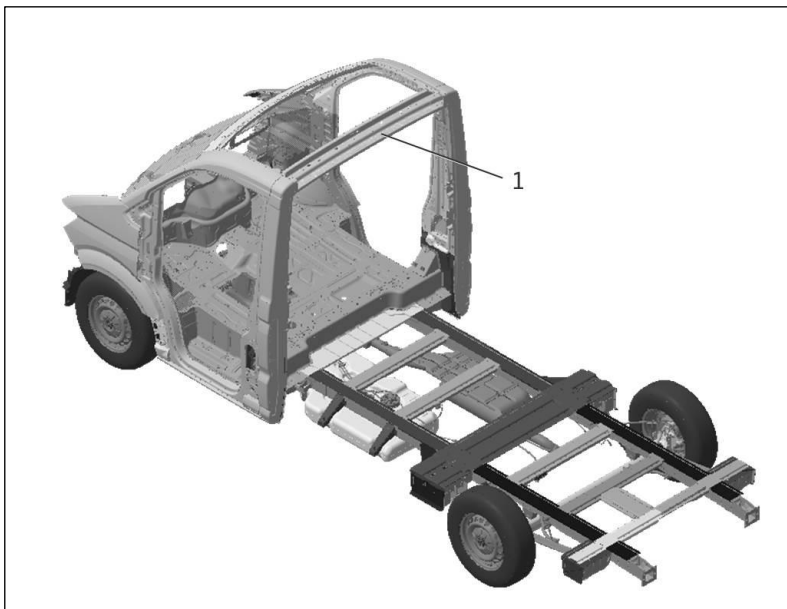

Abb. 2: Windlauf mit Flachrahmen-Fahrgestell (K4Z) / 1-Hilfsdachspiegel für Transport
Als Basis für Teil- und Vollintegrierte Aufbauten stehen Ihnen ab Werk Flachrahmen-Fahrgestelle als Windlauf (PR-Nr. K4Z) zur Verfügung (siehe Abb.2).
- Der hintere Hilfsdachspriegel (1) dient nur dem Transport und darf nicht zur Anbindung des Aufbaus genutzt werden. (siehe Abb.2 „Windlauf mit Flachrahmen“)